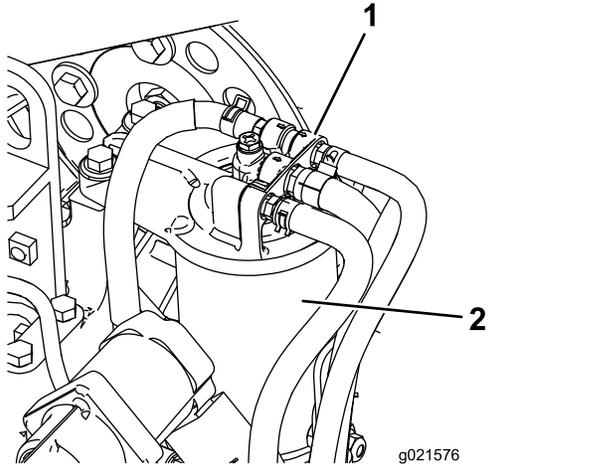

Figura 86
1. Pulite le superfici circostanti la testa del filtro del carburante (Figura 86).
2. Togliete il filtro e pulite la superficie di montaggio della testa del filtro (Figura 86).